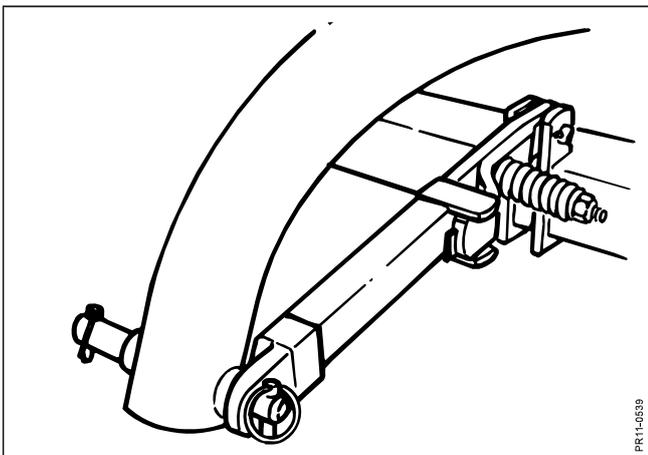

Fig. 1-5
- Fig. 1-5:** Den Steinauslöser an den Toprahmen montieren.